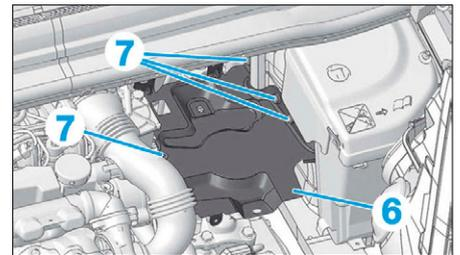

FIG. 6
- Dégrafer et écarter les faisceaux électriques appartenant au support (6) de la batterie (Fig.6).
- les vis (7) de fixation du support (6) de la batterie,
- le support (6) de la batterie.